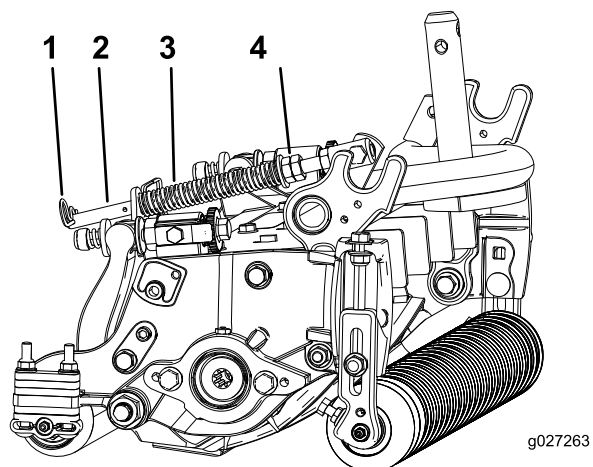

図 19
1. スプリングロッドの後穴にヘアピンコッターを忘れずに取り付けてください 図 19。
2. スプリングロッド前部の六角ナットを締めて、スプリング圧縮状態の長さが127mmになるようにする 図 19を参照。